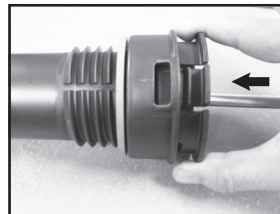

Figure 5
5. Introduire l'ensemble poignée de pompe dans le corps de pompe. Positionner les languettes du bouchon de la pompe face aux découpes rectangulaires du corps de pompe. Pousser le bouchon en place jusqu'à ce qu'il s'emboîte solidement en place (**Voir la figure 5**).